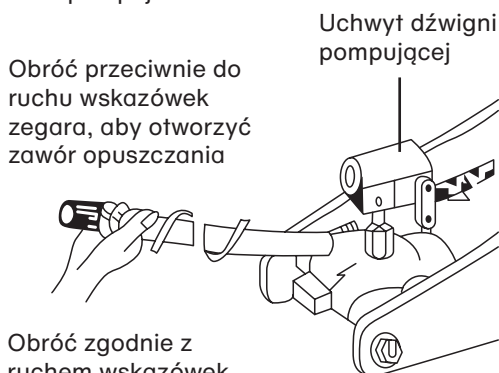

Fig. 1
4. Zamknąć zawór opuszczania, przykręcając go w prawo. W tym celu użyć dźwigni pompującej (patrz Fig. 1).
1. Otworzyć zawór opuszczania, przekręcając go w kierunku przeciwnym do ruchu wskazówek zegara (patrz Fig. 1).